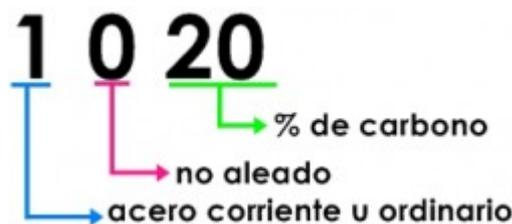

Figura 5.13 Ejemplo de esquema para un acero 1020. [7]
**1:** Para indicar que se trata de un acero corriente u ordinario Como se representa en la Figura 5.13.